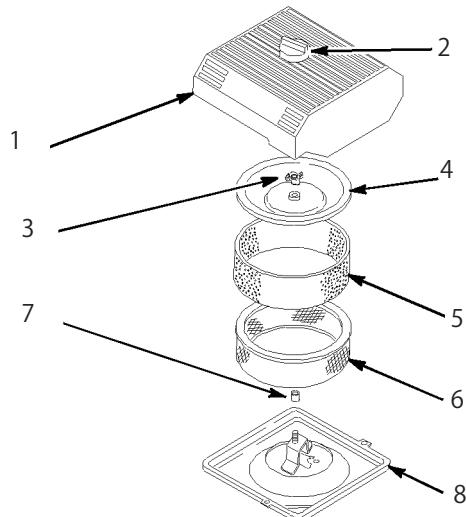

図31
3. エア・クリーナを外したときエンジン内部に異物が入らないよう、周辺をきれいに拭く(図31)。
4. エア・クリーナのカバーのノブをゆるめてカバーを外す(図31)。
5. ペーパー・エレメントからスponジ・エレメントを注意深く取り外す(図31)。
6. カバー・ナットを取り外し、カバーとペーパー・エレメントを外す(図31)。
1. ペーパー・エレメントにスponジ・エレメントを注意深く取り付ける(図31)。
3. カバー・ナットを取り付けて指締めする(図31)。
4. カバーとノブを取り付ける(図31)。